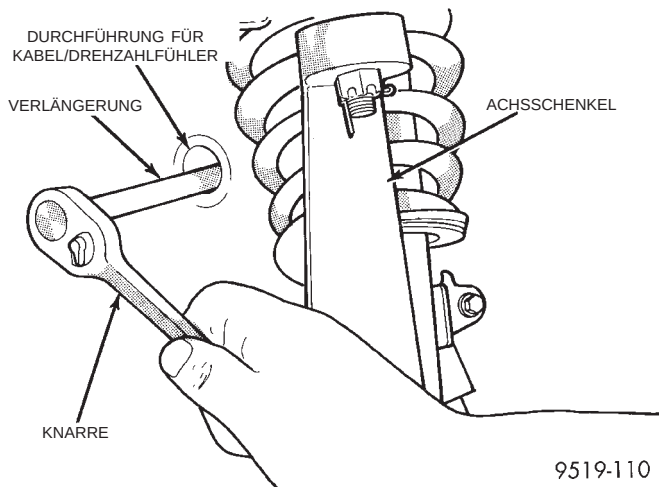
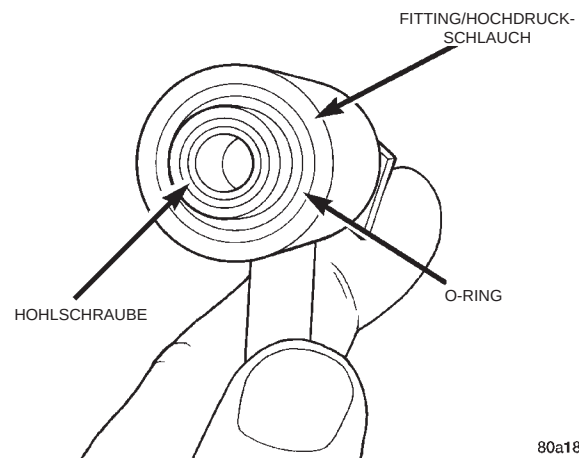

**Abb. 31 Zugang zur oberen Schraube an der vorderen Servopumpenhalterung**
**Abb. 32 O-Ring in Hohlraubenfitting montiert**
(13) Die Schraube lösen, mit der die Oberseite der vorderen Servopumpenhalterung an der Aluminiumhalterung befestigt ist. Der Zugang zu dieser Schraube erfolgt durch die Durchführung des Drehzahlfühlerkabels im Innenkotflügel (Abb. 31). Die Schraube läßt sich mit einer langen Verlängerung und einem 15-mm-Steckschlüssel mit Gelenk erreichen.
(4) Die Schraube locker eindrehen, mit der die Oberseite der vorderen Servopumpenhalterung an der Aluminiumhalterung befestigt wird. Der Zugang zu dieser Schraube erfolgt durch die Durchführung des Drehzahlfühlerkabels im Innenkotflügel (Abb. 31).
(5) Mit einem fusselfreien Tuch die Öffnungen des Schlauchs und der Servopumpe sauberwischen.
(6) Neuen O-Ring in den Anschluß des Hochdruckschlauchs einsetzen (Abb. 32).
weit drehen, bis die korrekte Riemenspannung eingestellt ist. Den korrekten Wert für die Riemenspannung finden Sie in Kapitel 7, "Kühlsystem". Wenn die richtige Riemenspannung eingestellt ist, die beiden Schrauben an der Aluminiumhalterung der Servopumpe mit einem Anzugsmoment von 54 N·m (40 ft. lbs.) festziehen. Dann die Befestigungsschraube am oberen Drehpunkt der Servopumpe mit einem Anzugsmoment von 54 N·m (40 ft. lbs.) festziehen. Der Zugang zu dieser Schraube erfolgt durch die Durchführung des Drehzahlfühlerkabels im Innenkotflügel (Abb. 31).